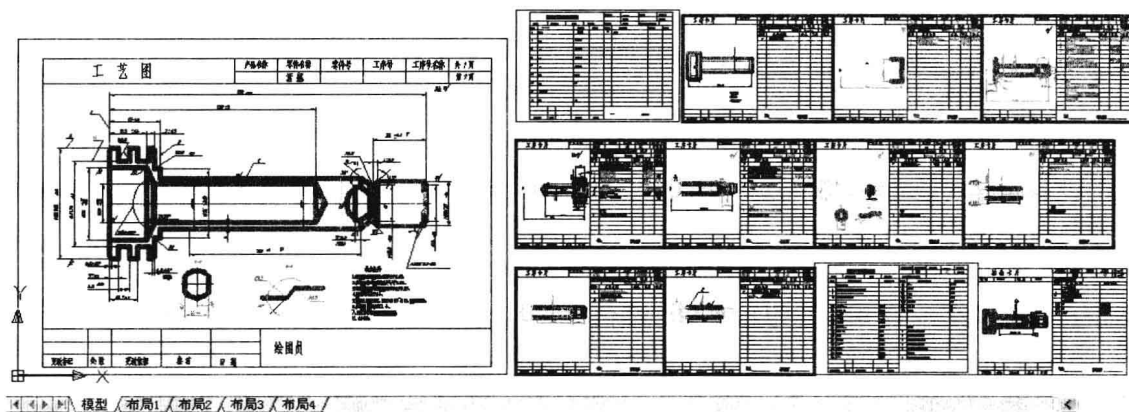

图 10-5-1
(1) 双击素材文件“10-5-2.dwg”,打开的图形文件,如图 10-5-1 所示,在模型空间中已经绘制了多个图形。